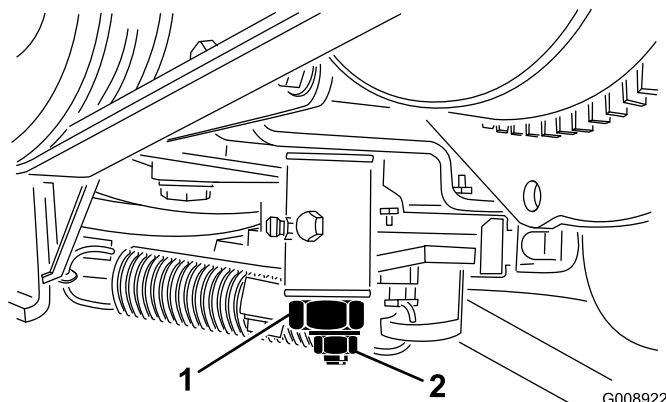

Figura 62
3. Desaperte a porca de bloqueio no excêntrico de tracção (Figura 62).